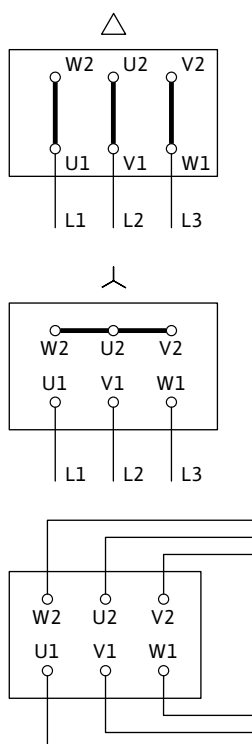

Рис. 17. Подключение к электросети
Схема электрического подключения находится в крышке клеммной коробки (см. также Рис. 17).
- Подключение к электросети зависит от мощности электродвигателя P_2 , сетевого напряжения, а также типа пуска. Необходимое переключение соединительных перемычек в клеммной коробке можно определить по следующей таблице «Табл. 4. Распределение клемм» на стр. 23 и Рис. 17.